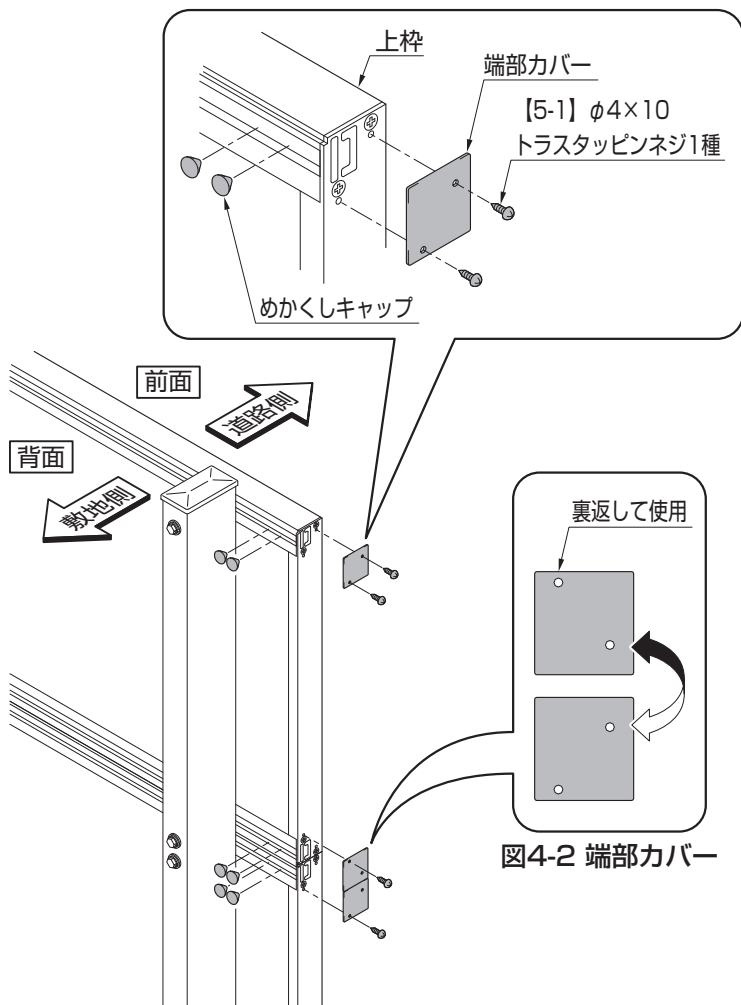

図4-1 端部カバーの取付け
- ① 端末に設置したパネルの側面に、端部カバーを【5-1】で取付けてください。(図4-1参照)
- ② 接続金具を取付けるための穴に、めかくしキャップを取付けてください。